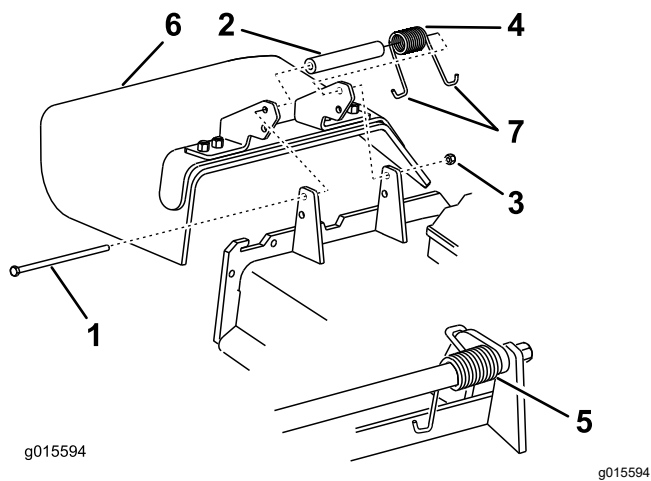

Figure 115
1. Retirez le contre-écrou, le boulon, le ressort et l'entretoise qui fixent le déflecteur aux supports de pivot (Figure 115).
2. Enlevez le déflecteur s'il est endommagé ou usé (Figure 115).
Remarque: Prenez soin de placer 1 extrémité en **J** du ressort derrière le bord du tablier avant de mettre le boulon en place, comme montré à la Figure 115.
6. Accrochez l'extrémité en **J** du ressort au déflecteur d'herbe (Figure 115).